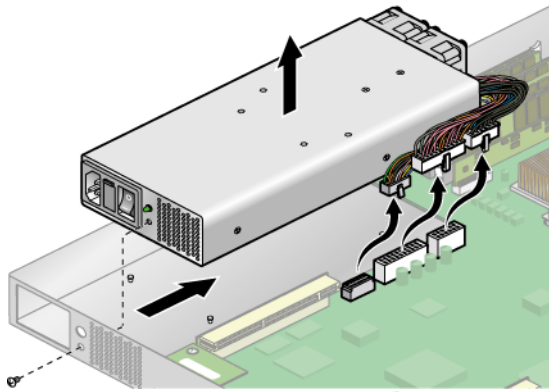

図 3-20 電源装置の取り外し
4. 電源装置をシャーシの背面に固定している 1 本のねじを外します (図 3-20 を参照)。